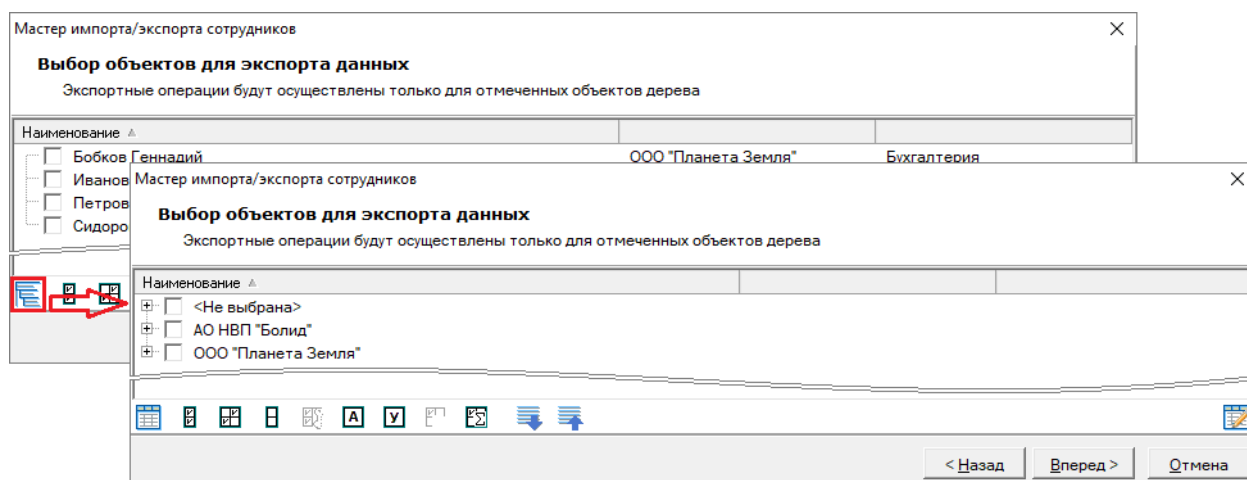

Рисунок 14-47 Переключение на вид отображения объектов "Дерево"
- в) В шаге «Выбор объектов для экспорта данных» (см. п. 14.5.3) переключиться на вид отображения объектов «Дерево» (см. Рисунок 14-47), после чего выбрать сотрудников